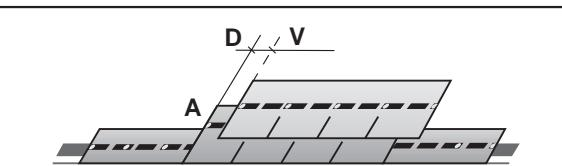

fig. 4
- La seconda fila si sfalsa di cm 12,5 rispetto alla linea AD (fig. 4).